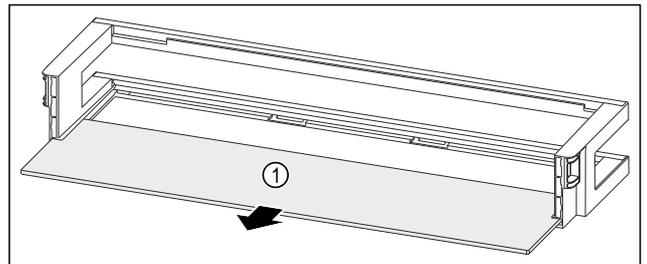

Fig. 114 Balconnet de contre-porte avec tablette de rangement
- ▶ Retirer la tablette de rangement Fig. 114 (1).